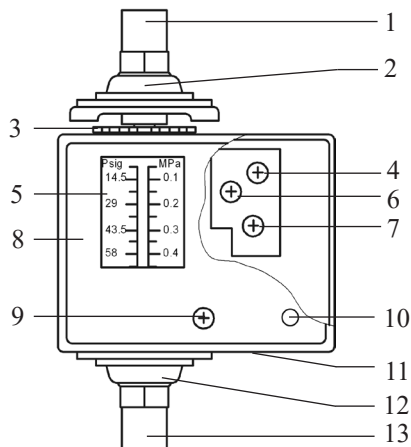

Рис.1 Элементы реле
До тех пор пока перепад давления не достигнет или не превысит заданного значения, контакты реле «1» и «5» остаются замкнутыми. Если перепад давления опускается ниже заданного значения на величину равную или большую величине дифференциала дольше времени задержки (60 с), то контакты «1» и «5» размыкаются, замыкаются контакты «1» и «3» и блокируются механически. Для снятия блокировки нужно нажать кнопку RESET (поз. 10, рис. 1).
- 1.3. Выкрутите винт (поз. 9, рис. 1) и снимите крышку корпуса (поз. 8, рис. 1).
- 1.4. Подключите к контактам реле «1», «3» и «5» (рис. 1) цепь регулируемой системы.
- 1.6. С помощью штуцеров 1 и 13 (рис. 1) подключите к реле трубопроводы регулируемой системы. Большее давление должно подаваться на нижний штуцер.